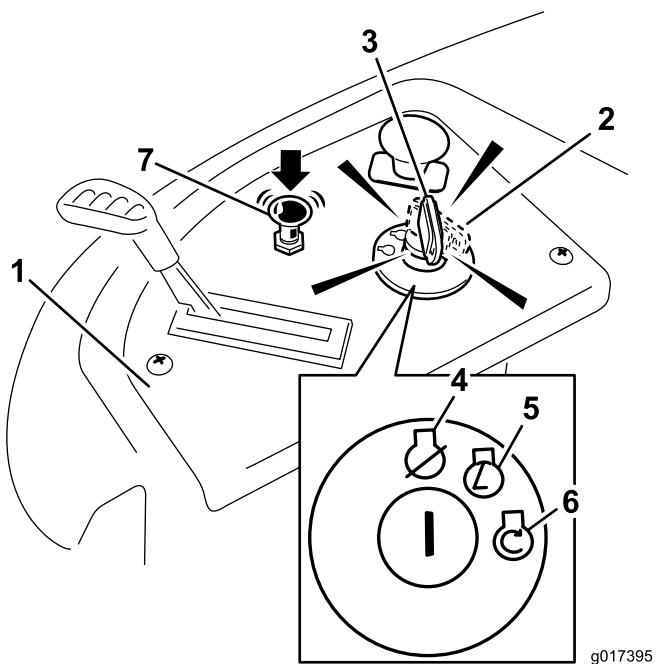

Figura 14
| 4. Gire la llave de contacto a Arranque para activar el motor de arranque. Cuando el motor arranque, suelte la llave (Figura 14). | |
5. Cuando el motor haya arrancado, empuje el control del estárter hacia abajo (Figura 14). Si el motor se cala o funciona irregularmente, tire hacia arriba del control del estárter y deje funcionar el motor durante unos segundos. Luego empuje el control del estárter hacia abajo. Repita este procedimiento tantas veces como sea necesario.
3. Gire la llave de contacto a la posición de Desconectado (Figura 14) y retire la llave.